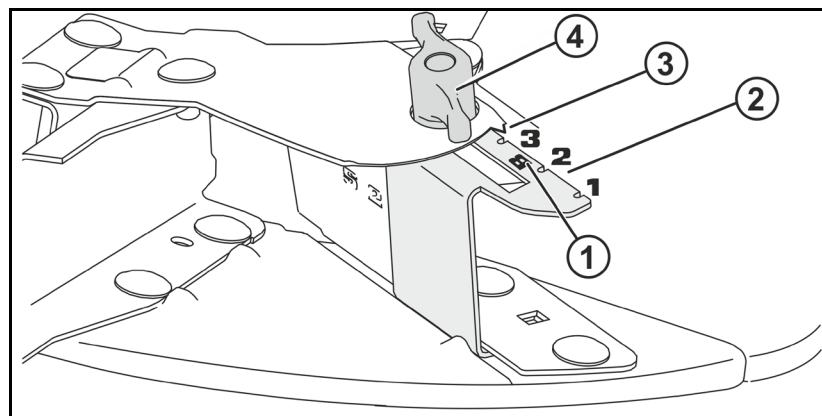

図 58
1. Düngeverordnung (肥料に関する指令) に基づく境界散布 (図 58) :